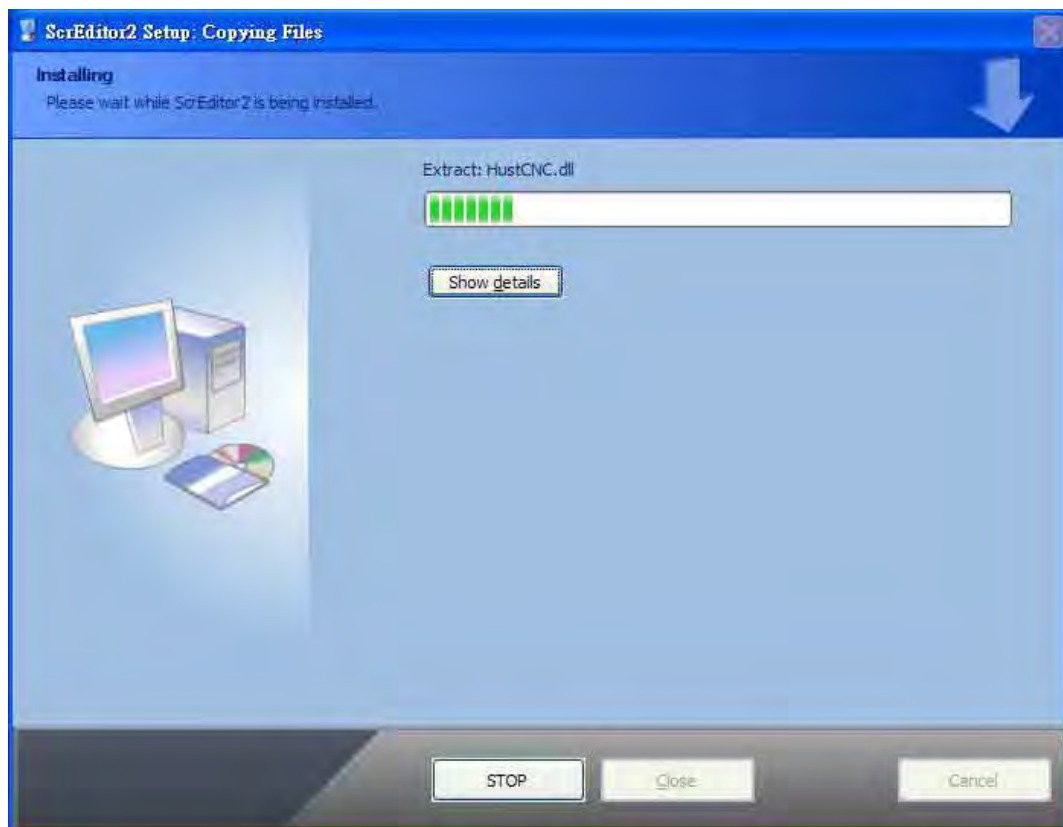
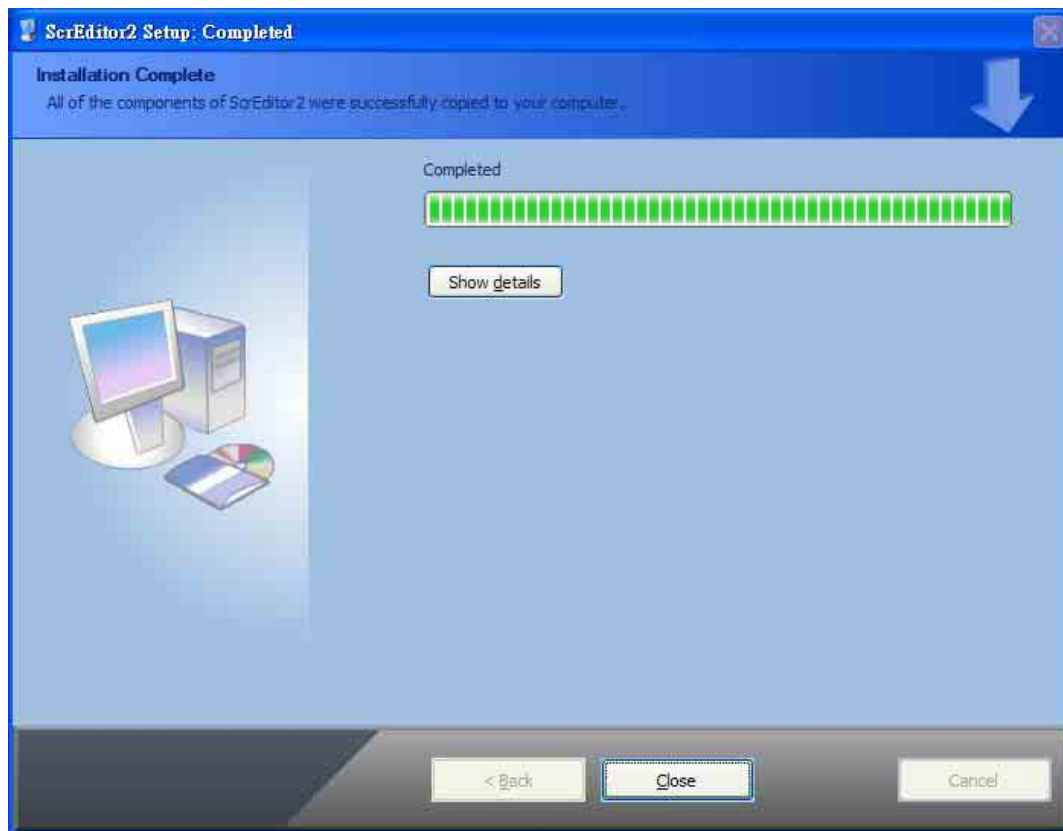

Fig. 3-1-5 Iniciando a instalação do Screen Editor
Fig. 3-1-6 Concluindo a instalação do Screen Editor
Passo 4: Depois clique no botão **Install (Instalar)** para iniciar a instalação do Screen Editor (Fig. 3-1-5, Fig. 3-1-6).
Passo 5: Após concluir a instalação do software Screen Editor (Fig. 3-1-6), o sistema irá solicitar que você instale o driver HMI USB, por favor, clique em **Yes (Sim)** para instalar.